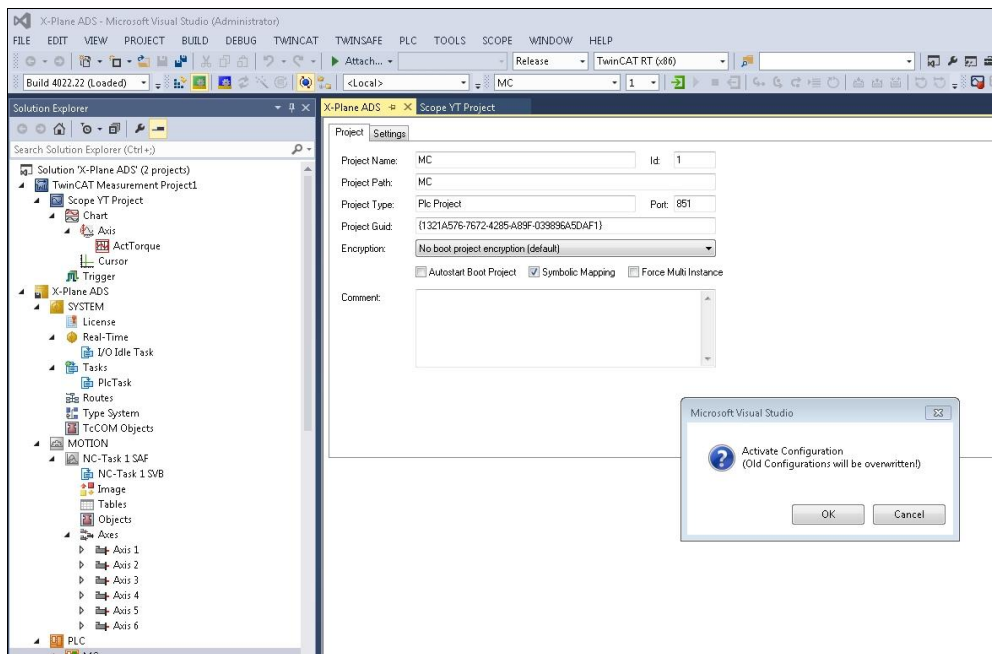
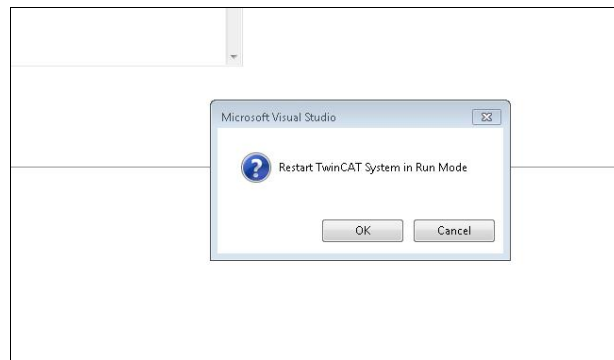

图 5
图 6
2) 点击界面左上角  梯字形图标, 弹出图 5 对话框, 点击 OK, 运行激活操作; 等待运行结束, 弹出图 6 对话框, 再次点击 OK, 将在运行状态下自动重启软件。
4) 驱动报错消除及查看完缸的状态后, 返回左侧栏 Plc 下 MC 右键选中 Autostart Boot Project 并单击, 重新勾选 。(此步操作必须进行, 否则联动游戏将无法实现) 点击界面左上角 梯字形图标, 弹出图 5 对话框, 点击 OK, 运行激活操作; 等待运行结束, 弹出图 6 对话框, 再次点击 OK, 将在运行状态下自动重启软件。